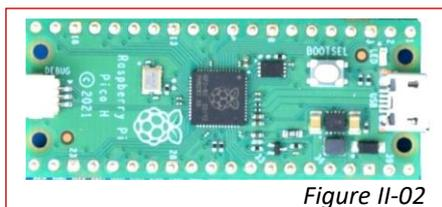

Figure II-02
- ✓ Un module processeur du marché, le Raspberry Pi Pico H. C'est lui qui génère les porteuses au format digital suivant le principe de la SDR (figure II-02).